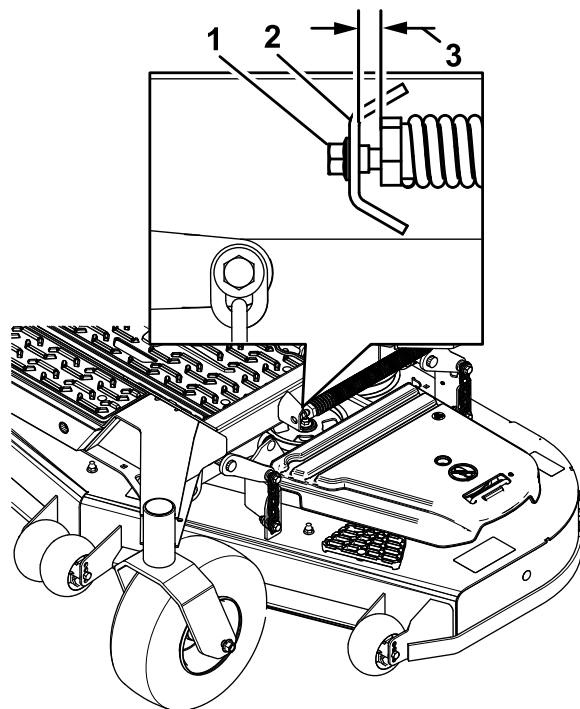

Figure 92
10. Desserrez lentement la vis de réglage sur le ressort d'aide au levage jusqu'à ce que vous puissiez enlever la vis (Figure 92).